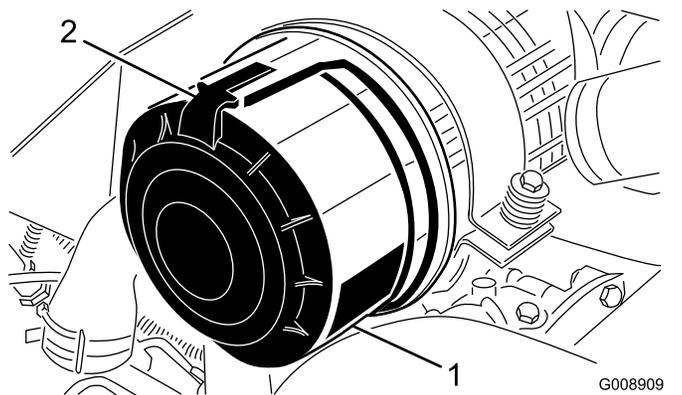

図 96
1. エアクリーナのカバーをボディに固定しているラッチを外す 図 96。